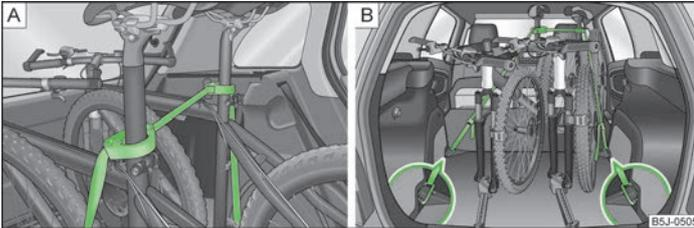

Abb. 59 Fahrräder absichern
- Die Schelle mit dem Gummiteil nach vorn (in Fahrtrichtung) möglichst weit unten an die Sattelstütze setzen und diese schließen » Abb. 59 - .
- Beim Transport von zwei Fahrrädern den Gurt » Abb. 59 -  zwischen den Sätteln spannen, indem die Fahrräder auseinander geschoben werden.
- Die Karabiner an den Gurtenden in die Verzurrösen hinter den Rücksitzen einrasten » Abb. 59 - .